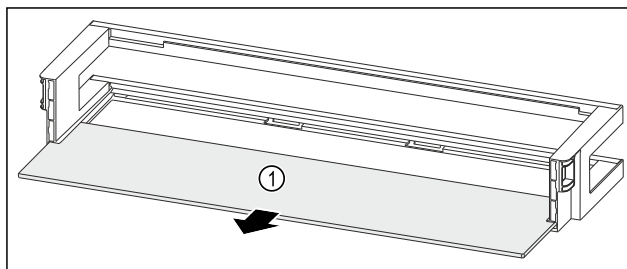

Fig. 50 Odkladací priestor vo dverách s odkladacou plochou
- Odoberte odkladaciu plochu Fig. 50 (1).